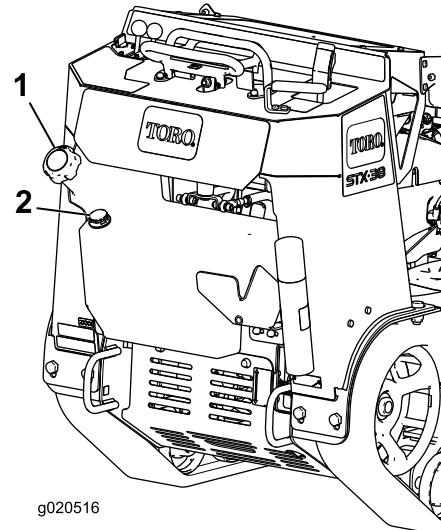

Bild 18
- Reinigen Sie den Bereich um den Tankdeckel herum und nehmen Sie den Deckel ab (Bild 18).